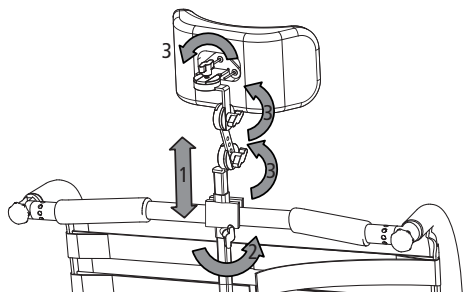

fig. 48
1. Skub hovedstøtten hen i den i den ønskede position (1, fig. 48).
2. Spænd vingeskruen (2, fig. 48) for at fastspænde hovedstøtten.
1. Løn de 4 vingeskruer (2+3, fig. 48).
3. Fastspænd vingeskruerne (2+3, fig. 48).